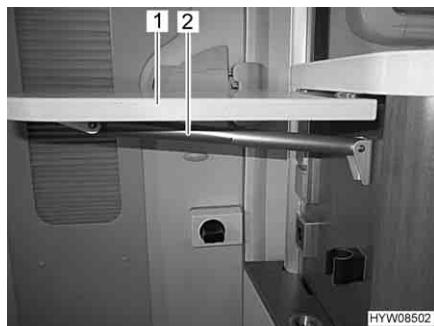

Fig. 52 Tavolo ribaltabile su bancone
- Afferrare in basso il tavolo ribaltabile su bancone (Fig. 52,1) e tirandolo leggermente estrarlo dall'incastro.
- Ruotare verso l'alto il tavolo ribaltabile finché non ingranà nel dispositivo di fissaggio del supporto telescopico (Fig. 52,2). Rilasciare il tavolo ribaltabile.